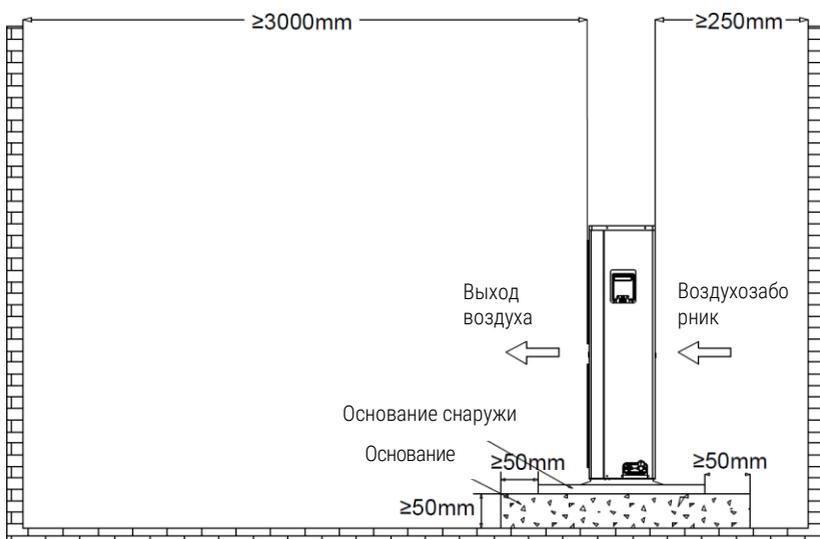

Рис. 3-5. Принципиальная схема установки наружного блока
4. Наружный блок должен находиться на расстоянии более 250 мм от стен, препятствий или соседнего оборудования (см. рис. 3-5).;